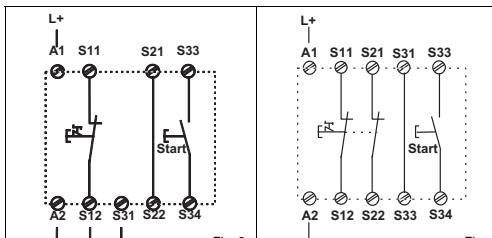
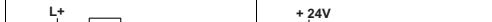
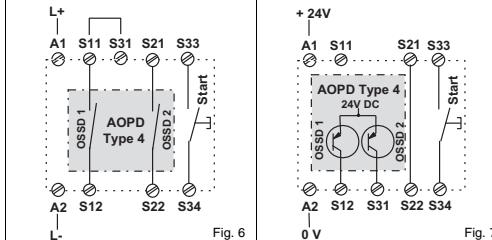
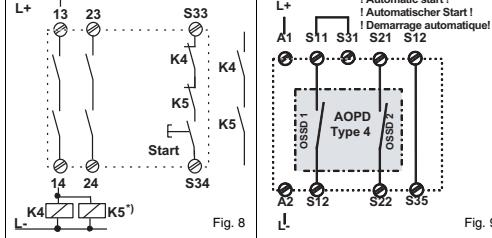

Fig. 3
Fig. 4
Fig. 6
Fig. 7
3. Function Single-Channel Emergency-Stop Wiring with Manual Start (Connection diagram Fig. 3)
Two-Channel Emergency-Stop Wiring with Manual Start (Connection diagram Fig. 4)
It is possible to connect safety light barriers, Type 4, with either relay outputs (Connection diagram Fig. 6 manual start, Fig. 9 automatic reset) or failsafe semiconductor outputs and integrated cross circuit monitoring (Connection diagram Fig. 7 manual reset, Fig. 10 automatic reset). When calculating the safety distance, the MSI-SR2/F's regression delay of 20 ms must also be taken into consideration.
3. Funktion Einkanalige NOT-AUS-Beschaltung mit manuellem Start (Anschlussbild Abb. 3)
Zweikanalige NOT-AUS-Beschaltung mit manuellem Start (Anschlussbild Abb. 4)
Wahlweise können Sicherheits-Lichtschranken Typ 4 mit Relaisausgängen (Anschlussbild Abb. 6 manueller Start, Abb. 9 automatischer Start) oder mit fehlersicheren Halbleiterausgängen und integrierter Querschlussüberwachung (Anschlussbild Abb. 7 manueller Start, Abb. 10 automatischer Start) angeschlossen werden. Bei der Berechnung des Sicherheitsabstandes muss die Rückfallverzögerung des MSI-SR2/F von 20 ms mit einbezogen werden.
3. Fonctionnement Interface d'arrêt d'urgence monocalan à démarrage manuel (schéma de connexion fig. 3).
Interface d'arrêt d'urgence bicanal à démarrage manuel (schéma de connexion fig. 4).
Il est possible de connecter au choix des barrières photoélectriques de sécurité type 4 avec sorties par relais (schéma de connexion fig. 6 démarrage manuel, fig. 9 démarrage automatique) ou avec sorties à transistors sécurisés avec contrôle intégré des courts-circuits transversaux (schéma de connexion fig. 7 démarrage manuel, fig. 10 démarrage automatique). La température de retombée de MSI-SR2/F, soit 20 msec., doit être prise en compte dans le calcul de la distance de sécurité.
(see, for example, Fig. 3, Fig. 4, Fig. 6, Fig. 7)**
(siehe z.B. Abb. 3, Abb. 4, Abb. 6, Abb. 7)**